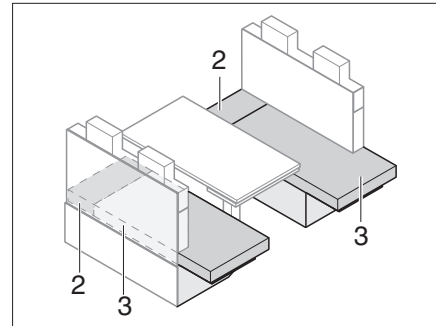

Bild 151 Nach dem Vergrößern
- Sitzpolster (Bild 151,3) auf die Sitzbankverlängerung ziehen.
- Zusatzpolster (Bild 151,2) zwischen die Sitzpolster (Bild 151,3) und die Außenwand legen.
- Zusatzpolster (Bild 151,2) entfernen.
- Sitzpolster (Bild 151,3) auf die Sitzbank ziehen.